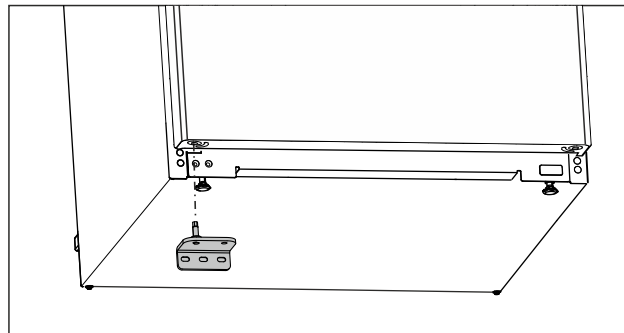

Fig. 21
- ▶ Vendosni bazamentin mbështetës të poshtëm në anën e kundërt. (shihni Fig. 21)